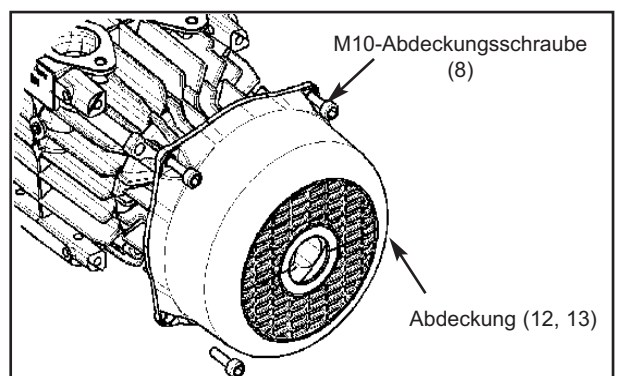

Abb. 29
7. Die beiden Abdeckungen (12 bzw. 13) mit den M10-Schrauben (8) an den Ventilatoren befestigen. Mit 35 Nm Spannkraft anziehen ; siehe Abb. 29.